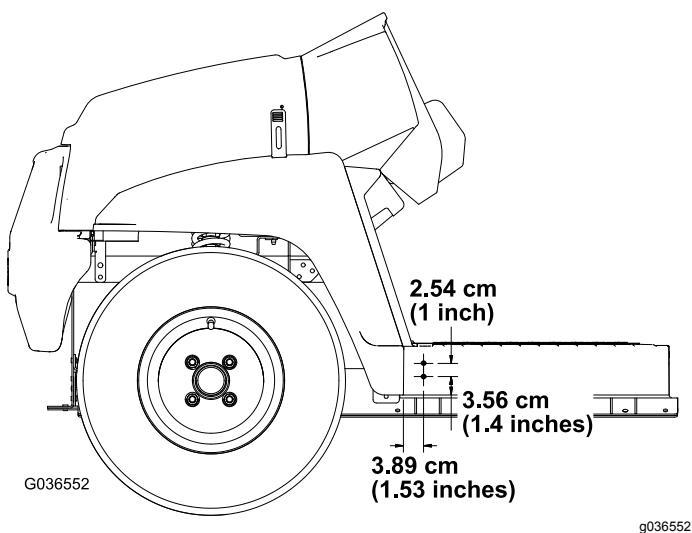

Рисунок 3
2. Просверлите два отверстия ($\frac{5}{16}$ дюйма) по размерам, указанным на Рисунок 3, в наружных поверхностях панели пола с левой и правой стороны машины.